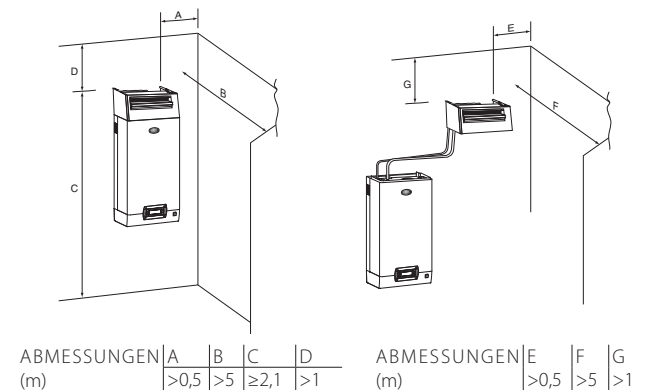

Fig. 3.c
2. Die L-Halterung (siehe Teil 1 in Fig. 3.c) gehört zum Lieferumfang der Dampfanzen der Codes DP085* bis DP025*. Für kürzere Längen wird die Halterung als Zubehör (Code 18C478A088) angeboten.
Achtung: Für eine korrekte Dampfverteilung müssen die in Fig.3.c angegebenen Abstände eingehalten werden.